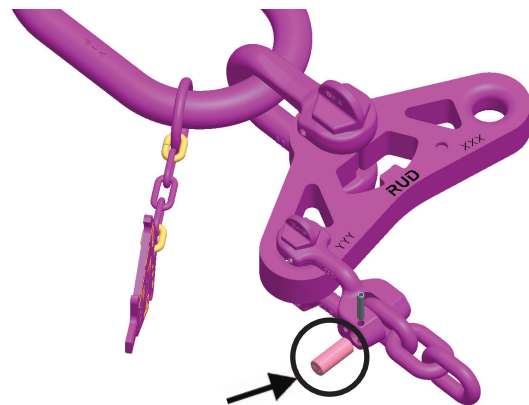

Abb. 5: VIP-G-Bolzen einfügen
3. Fügen Sie den VIP-G-Bolzen ein (Abb. 5).